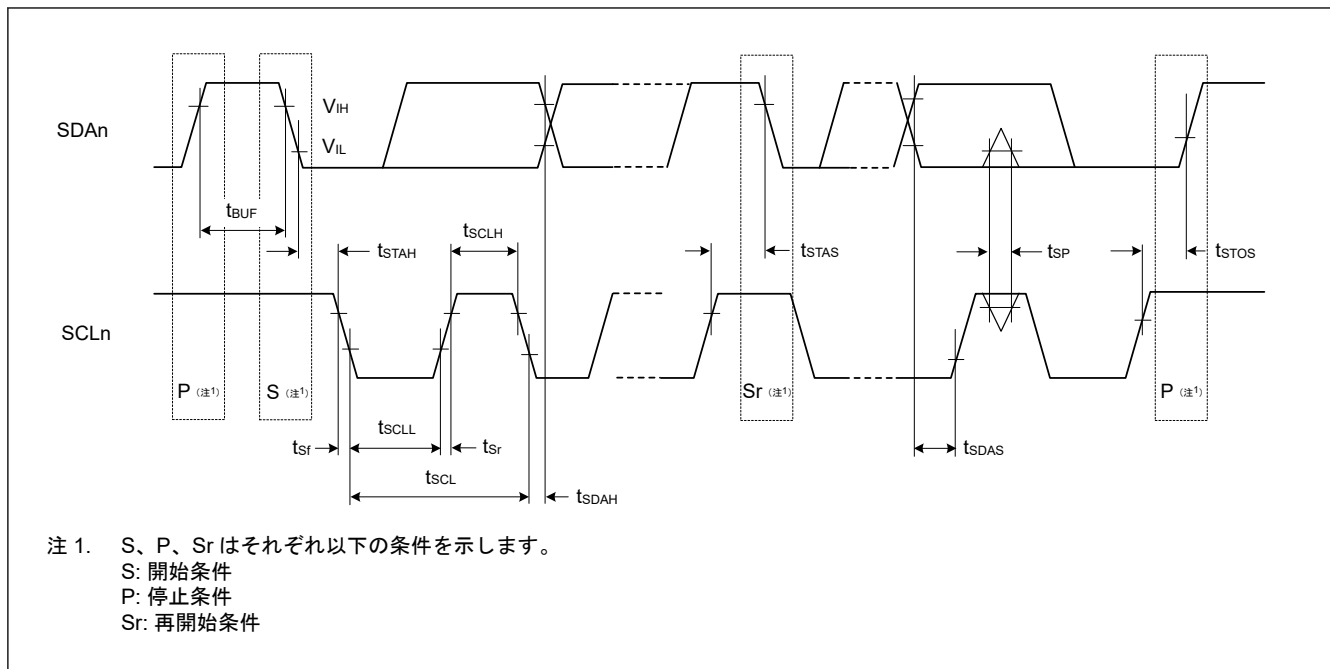

図 2.71 I²C バスインタフェース入出力タイミング
| IIC (標準モード、 SMBus) VCC が 2.70 V 以上 の時、 ICFER.FMPE = 0 VCC が 1.68~ 1.95 V の時、 ICFER.FMPE = 1 | SCL 入力サイクル時間 | t _{SCL} | 2.70 V 以上 1.68~1.95 V | 6 (12) × t _{IICcyc} + 1300 | — | ns 図 2.71 |
| IIC (ファストモード) VCC が 2.70 V 以上 の時、 ICFER.FMPE = 0 | SCL 入力サイクル時間 | t _{SCL} | 2.70 V 以上 | 6 (12) × t _{IICcyc} + 600 | — | ns | 図 2.71 |
| IIC (ファストモード+) ICFER.FMPE = 1 | SCL 入力サイクル時間 | t _{SCL} | 2.70 V 以上 | 6 (12) × t _{IICcyc} + 240 | — | ns | 図 2.71 |